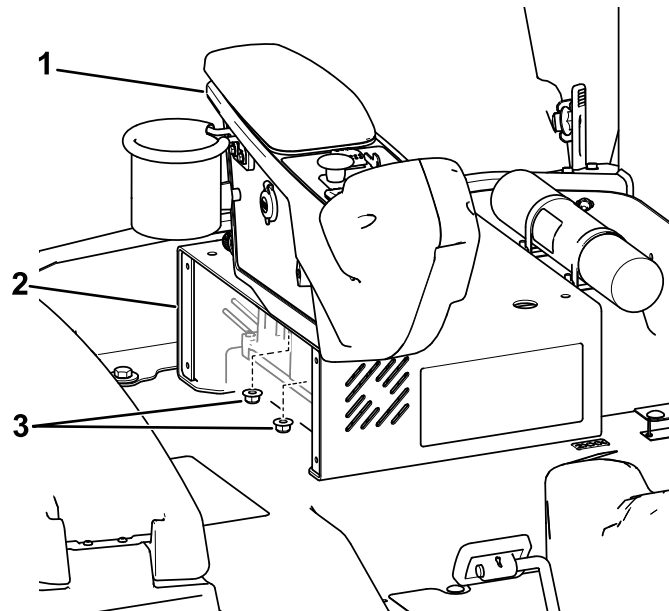

Figura 2
2. Remova a consola da base do banco (Figura 2) e guarde as porcas.